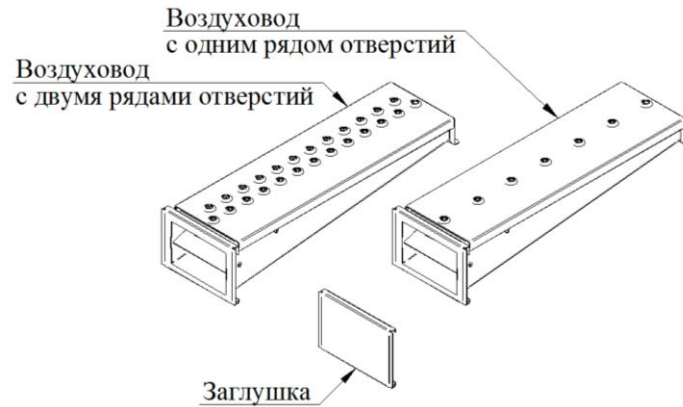

Рис. 12
3. Вынуть воздуховоды и заглушку из камеры (см. Рис. 12).